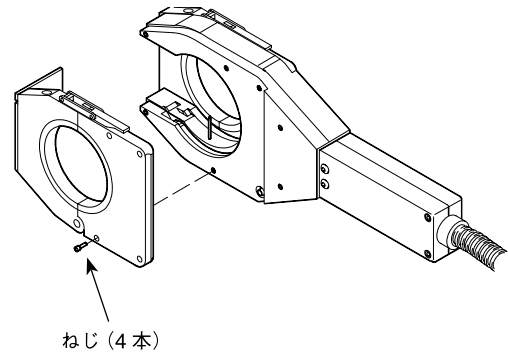

図 14: 左サイド・プレートを取り外す
2. 左のサイド・プレートの4本のネジを取り外します。図 14 をご参照ください。